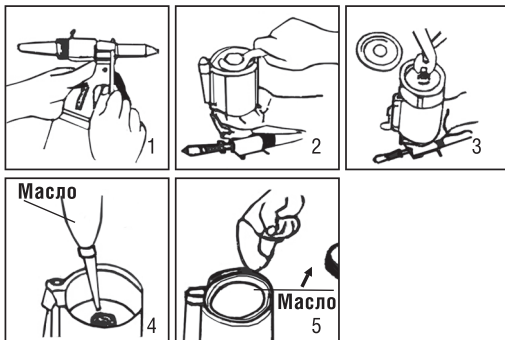

Рисунок 3 – Замена масла
Перед каждым использованием пневмогидравлического заклёпочника необходимо убедиться, что в гидравлическом цилиндре находится достаточное количество масла и при необходимости добавить его в цилиндр. Для этого (см. рис. 3):
1. Отсоедините заклёпочник от пневмолинии (рис. 3, поз. 1).
2. Переверните заклёпочник и снимите крышку воздушного цилиндра (рис. 3, поз. 2).
3. Извлеките воздушный поршень из цилиндра (рис. 3, поз. 3).
4. Полностью наполните гидравлический цилиндр маслом и аккуратно удалите излишки масла с обода крышки при помощи сухой ветоши (рис. 3, поз. 4, 5).